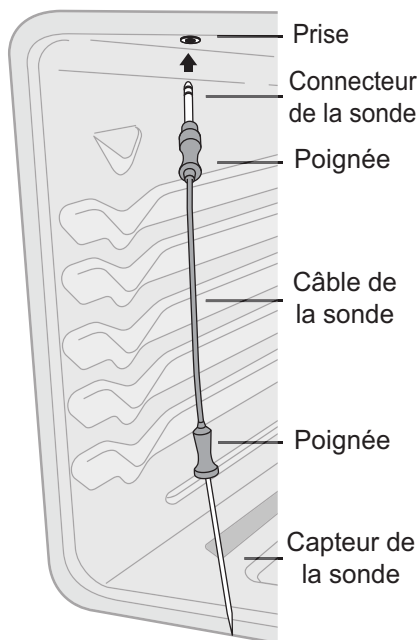

Figure 29 : Utilisation de la sonde
N'utilisez pas d'ustensiles de cuisine pour tirer sur le câble ou les poignées de la sonde. En tout temps, insérez et retirez la sonde à l'aide de ses poignées (voir Figure 29) et utilisez toujours des maniques pour vous protéger les mains contre les brûlures.
2. Branchez le connecteur de la sonde dans la prise située à l'intérieur du four (assurez-vous que le four est froid). La prise de la sonde est située dans le coin supérieur gauche de la paroi interne de la cavité du four (voir Figure 29).